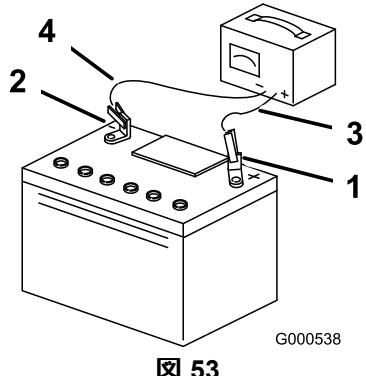

図 53
5. 充電が終わったら、チャージャのプラグをコンセントから抜いてから、チャージャのリード線をバッテリー端子から外す図 53。